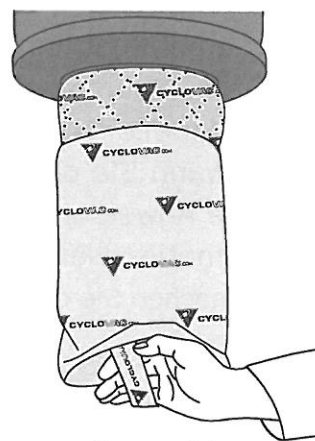

figure 12
2. Benutzen Sie die Schleifen unten am Filter, um sie herunterzuziehen (**Abbildung 12**). Wir empfehlen Ihnen den Antiblockierfilter, jedes mal wenn Sie den Behälter leeren, zu waschen oder abzuschütteln. Der Cyclofilter kann bei jedem 4 Entleeren gewaschen werden, das heisst ungefähr einmal im Jahr.